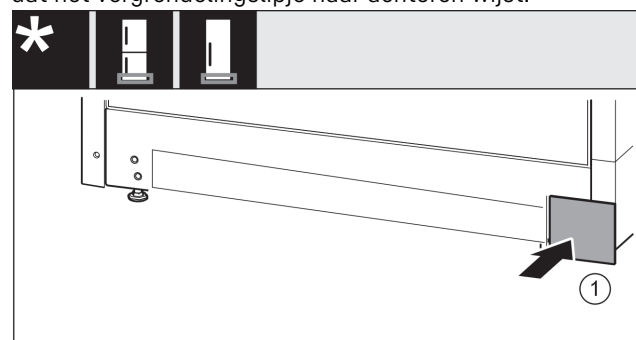

Fig. 19
- ▶ Afdekking Fig. 19 (1) van de andere zijde weer er in steken.